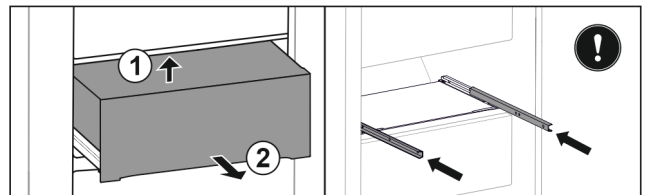

Fig. 114
- ▶ Levante el cajón por la parte trasera inferior. Fig. 114 (1)
- ▶ Extraiga el cajón hacia delante. Fig. 114 (2)